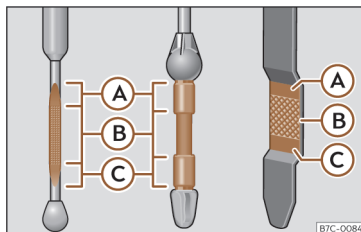

Fig. 215 Vareta de medição do nível de óleo.
Legenda da >>> **Fig. 215:**
- Em seguida, retire-a novamente e verifique o nível do óleo >>> **Fig. 215**. Caso seja necessário, reponha óleo do motor.
- Quando o nível de óleo atingir pelo menos a zona >>> **Fig. 215 (B)**, enrosque a tampa do bocal de enchimento com cuidado >>> .